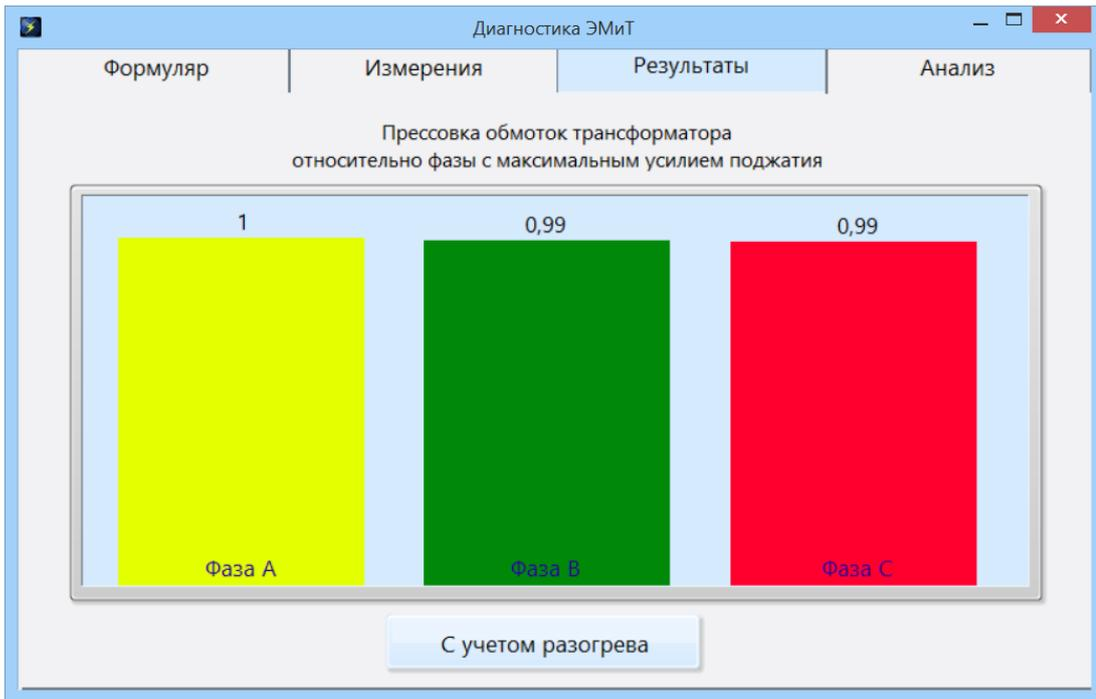

Рис. 12
3.4.1. На вкладке «Результаты» отображаются результаты оценки остаточного усилия прессовки обмоток трансформаторов, относительно фазы с максимальным усилием поджатия (рис. 12). Максимальное усилие поджатия обмотки фазы соответствует 1.